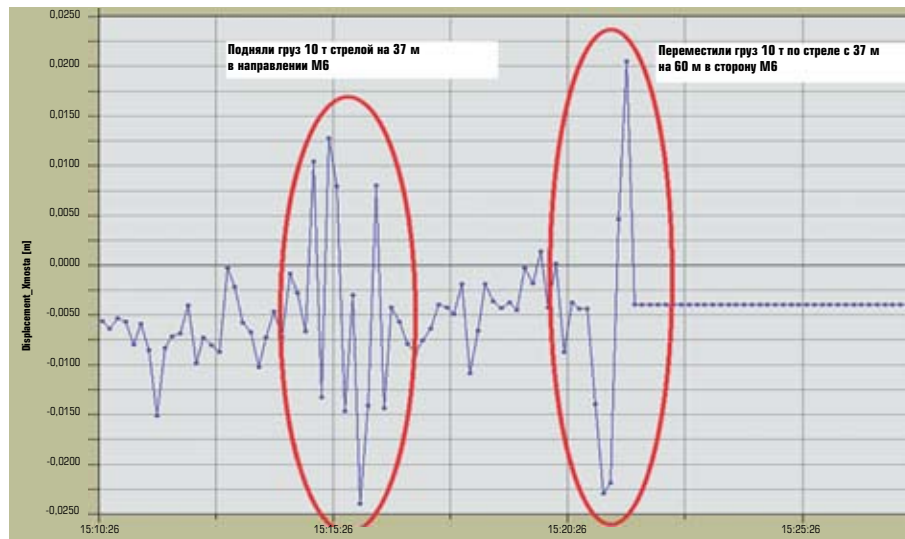

Рис. 6. Влияние работы крана на колебания стойки пилона
- б) в момент отрыва груза от земли, опускания его на землю или перемещения наблюдается значительное увеличение амплитуды смещения пилона (рис. 6).